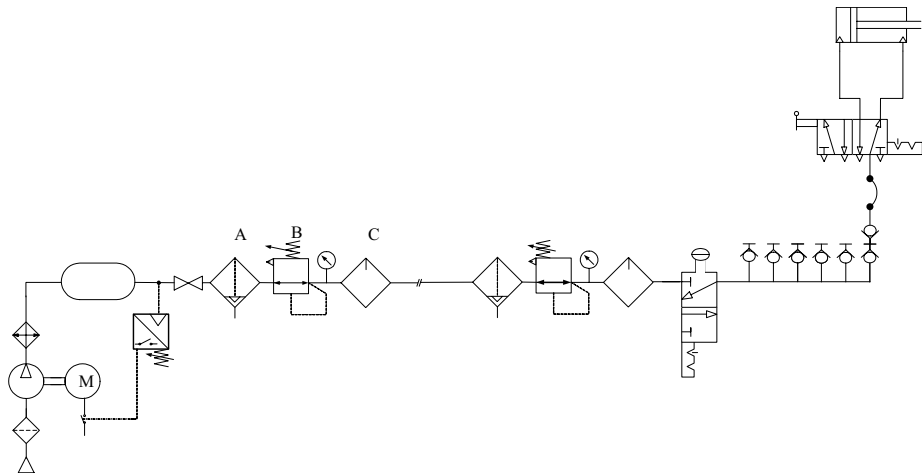

Figura 1.10. Circuito neumático simple.
12. Realizar el circuito neumático mostrado en la figura 1.10 y comparar con los conocimientos adquiridos sobre hidráulica.
1. En la figura 1.10, ¿a qué se refieren los elementos marcados con A, B y C?